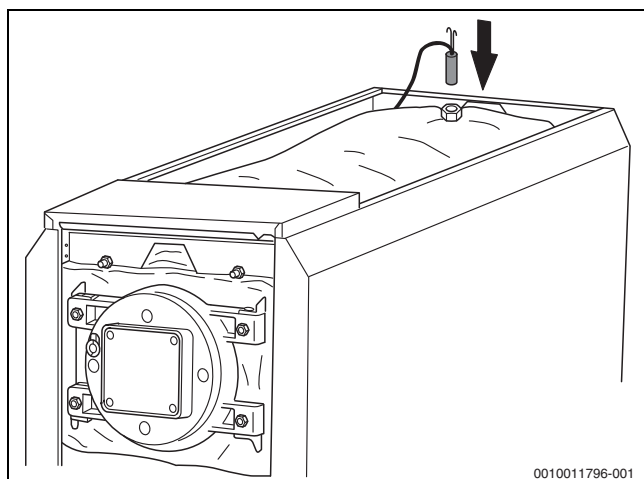

Рис. 30 Установка датчиков температуры в погружную гильзу
Датчики предохранительного ограничителя температуры (STB) и регулятора температуры (TR) должны монтироваться на месте установки котла, на его верхней стороне (→ рис. 30, стр. 29).